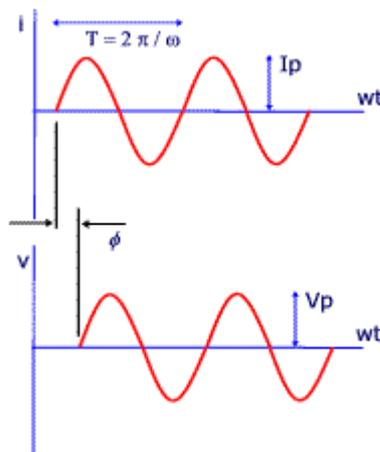

Figura 1 – Formas de onda senoidais de tensão e corrente com defasagem.
A figura 1 mostra duas formas de onda senoidais, defasadas de um ângulo  $\phi$ .
Essas formas de onda podem ser descritas, utilizando as mesmas variáveis definidas para a figura 1, pelas equações (1) e (2):